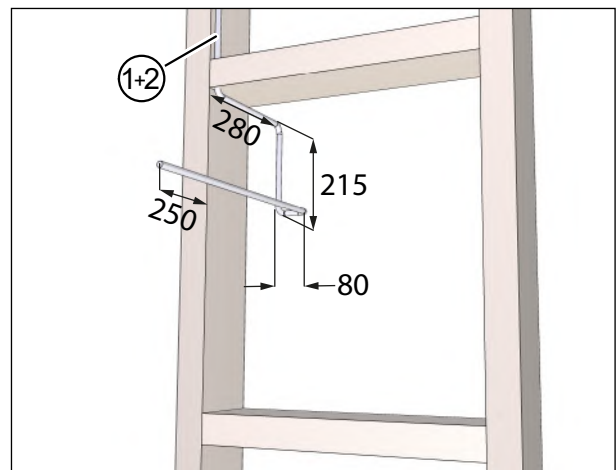

Abb. 17: Anschlusskabel verlegen, Maße in Millimeter
- ▶ Verlegen Sie das Netzkabel (Pos. 1 in Abb. 17) und ggf. das Steuerkabel (Pos. 2 in Abb. 17) mit einem Kabelüberstand von ca. 250 mm.
- Füllen Sie die Hohlräume zwischen Mauerkasten und Ständerkonstruktion durchgängig mit Dämmmaterial (Pos. 1 in Abb. 17) oder mit anderen geeigneten Verfüllmaterialien.